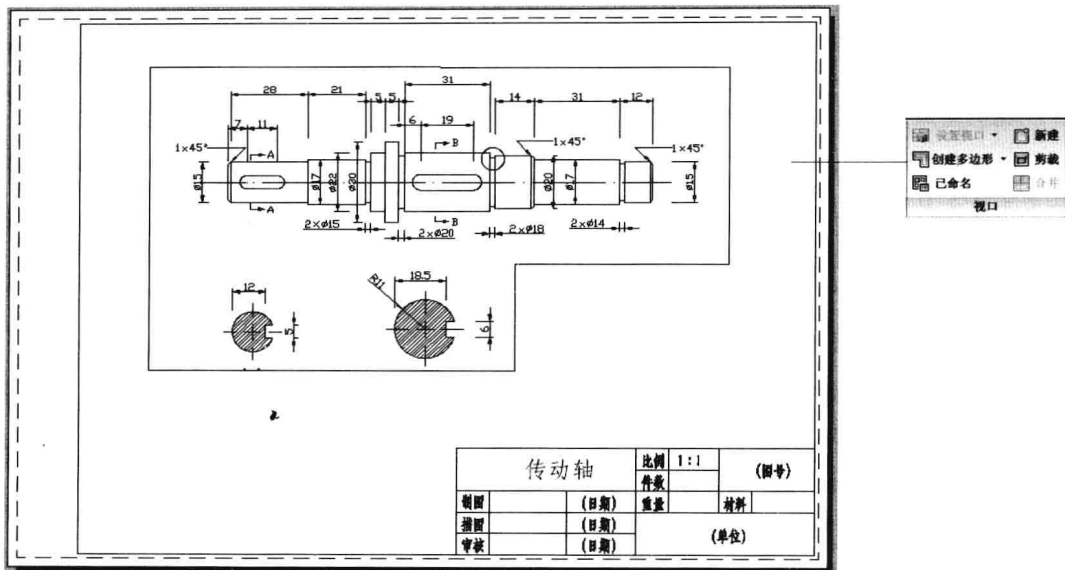

图 10-2-4
(6) 单击“视图”选项卡，在“视口”面板中单击“创建多边形”按钮，或者选择菜单命令“视图/视口/多边形视口”，绘制闭合的多边形，按 Enter 键，多边形视口内显示了部分图形，如图 10-2-4 所示。